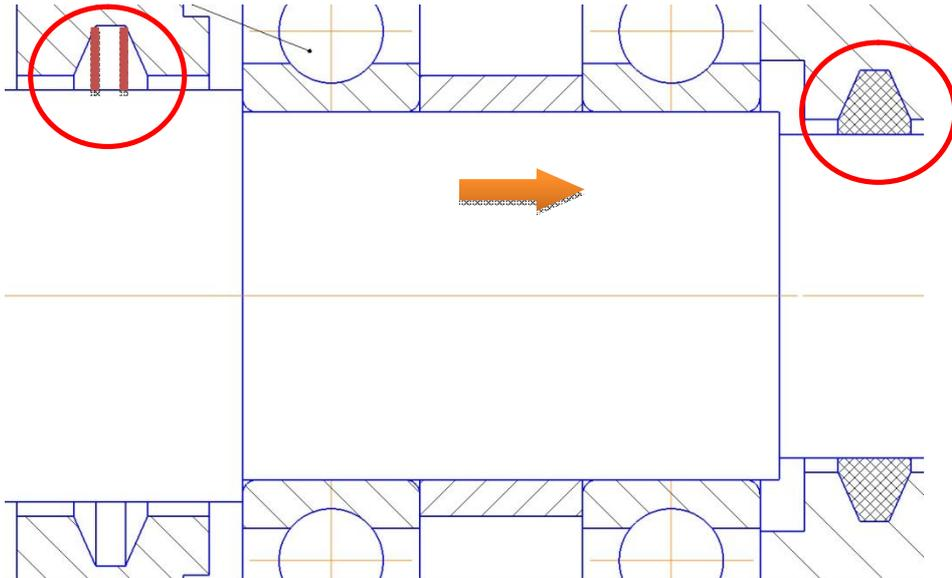

Рис. 4.69. Очистка и штриховка области уплотнений
- Выберите команду «Усечь кривую»  на панели «Редактирование»  и очистите область уплотнений, в очищенной области выполните штриховку (тип штриховки – «Неметалл», шаг – 1 мм) (рис. 4.69).